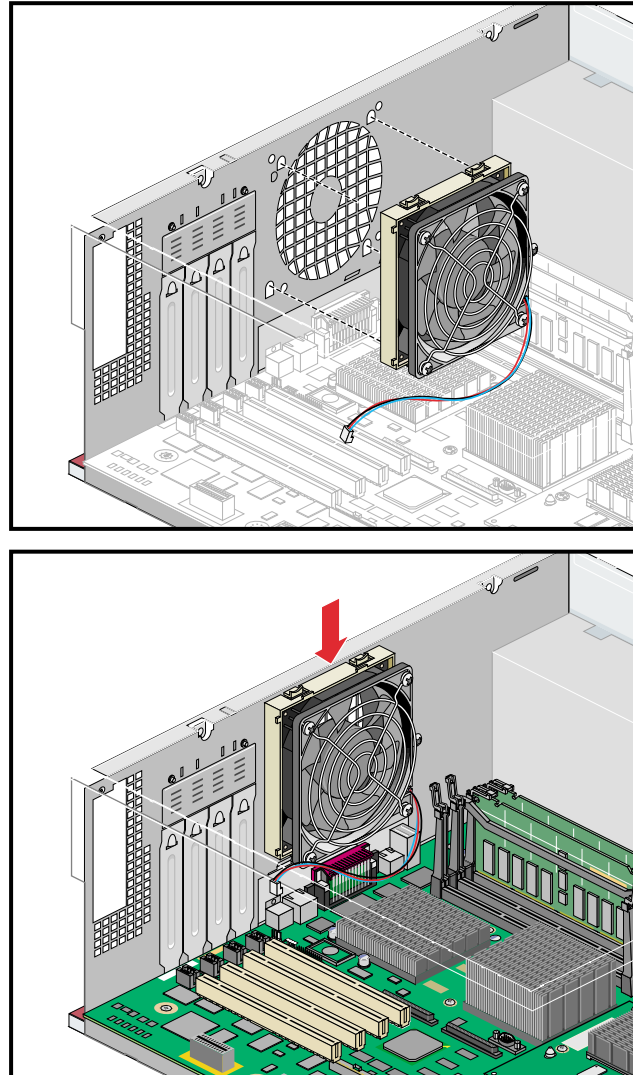

Abbildung 4-38 Installieren des Austausch-Abluftlüfters
5. Stecken Sie die Stifte in die Aussparungen. Schieben Sie den Lüfter nach unten in die Lüfterhalterung, bis er einrastet. Siehe Abbildung 4-38.